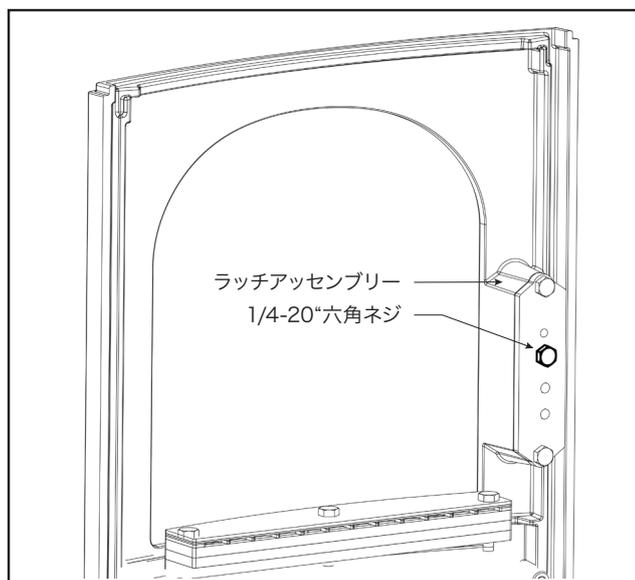

図3.4 ラッチアッセンブリの1/4-20"六角ネジを緩めます。
1. 火室内のラッチアッセンブリ裏側にある1/4-20"ボルトを緩めます。(図3.4)